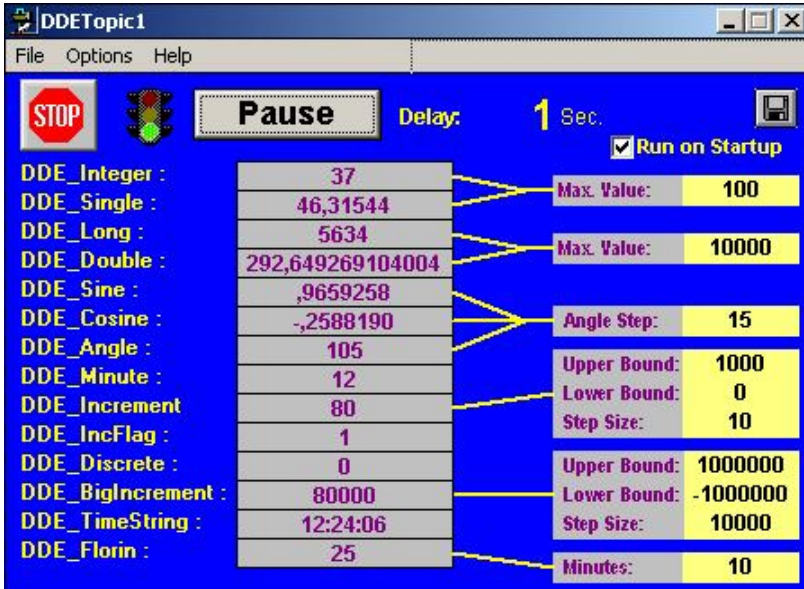

Рис. 54. Внешний вид программы DDE-сервера.
2. Программа моделирования DDE-сервера находится по следующему пути «**d:\user\intoch\dde_test.exe**». Программа является генератором случайных чисел, внешний вид представлен на рис. 54.